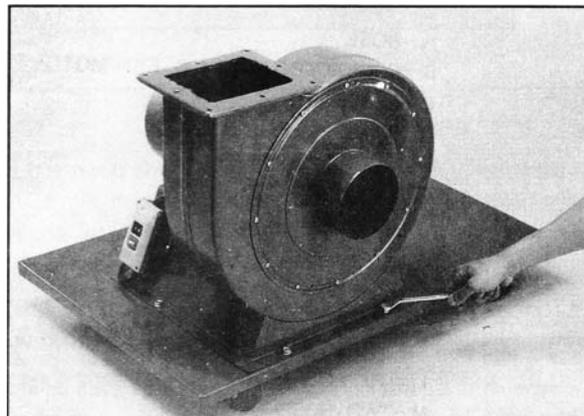

Figura 17– Montaggio aspiratore sulla base.
2. Installare l'aspiratore (B) sulla base di appoggio (Figura 17), serrando le 4 viti di fissaggio tramite una chiave per dadi esagonali.